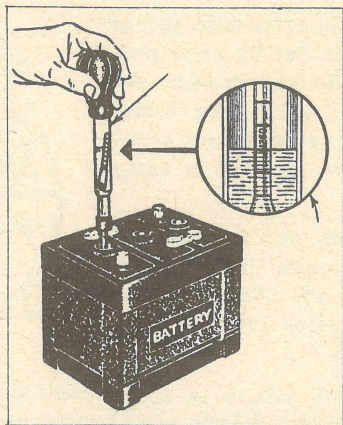

Fig. 49 — Verificação da densidade do electrólito
- 2) Medir a densidade do electrólito (§ 111, fig. 49).